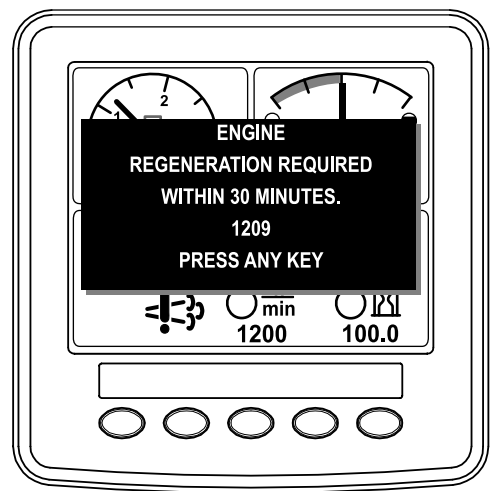

Figura 48
- Se ignorar o pedido de regeneração em estacionamento (apresentado no InfoCenter) e continuar a utilizar a máquina (Figura 48), pode acumular-se uma grande quantidade de fuligem no DPF.